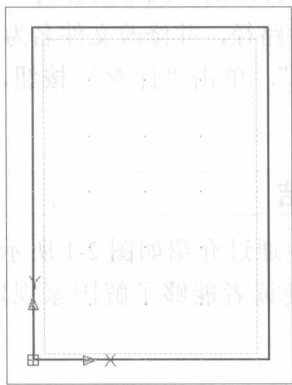
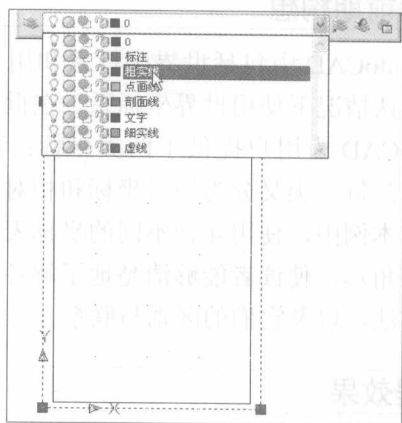

图 3-1 最终效果
图 3-7 修改外边框图层
本例最终效果如图 3-1 所示。
Step 08 选中绘图区域 A4 图框的外边框, 单击“图层”工具栏图层列表中的“粗实线”, 将外边框设置为“粗实线”层, 将外边框的图层由“0”层变为“粗实线”层, 如图 3-7 所示。类似地选择 A4 图幅的内边框, 将其修改为“细实线”层。在状态栏中单击“线宽”按钮, 最终效果如图 3-1 所示。